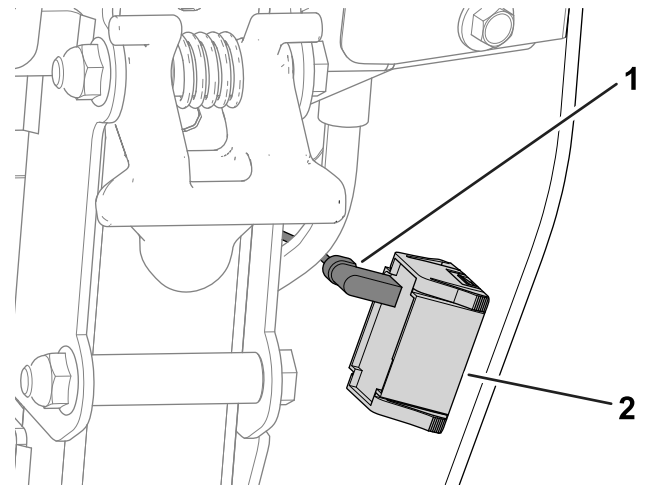

Figura 40
- A. Desconecte o conector de cablagem do horímetro (Figura 40).